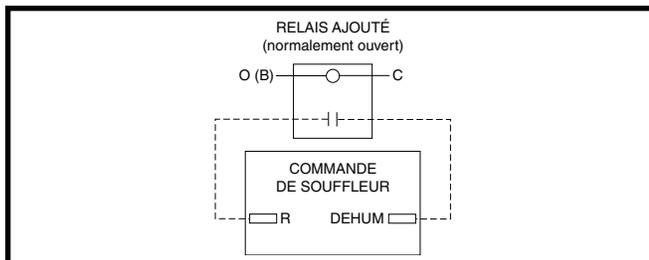

Figure 24. Configuration de câblage DEHUM sans humidistat
- Si aucun humidistat n'est à disposition, il est possible de brancher les bornes **R** et **DEHUM** par l'entremise d'un relais normalement ouvert fourni sur place. Consulter la Figure 24 (page 24). Les bornes **R** et **DEHUM** doivent être branchées aux bornes du relais normalement ouvert. Les bornes **O** (**B**) et **C** doivent alors être branchées à la bobine du relais. Cette option fait en sorte que le souffleur fonctionne à un débit ( $m^3/min$ ) réduit pendant 10 minutes après un appel de refroidissement.